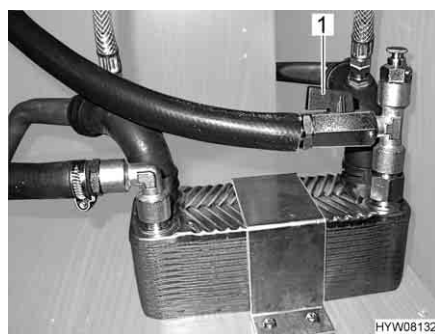

Fig. 128 Scambiatore di calore Alde
**Accensione:** ■ Posizionare la maniglia (Fig. 128,1) del rubinetto di chiusura parallelamente alla tubazione.
**Spegnimento:** ■ Posizionare la maniglia (Fig. 128,1) del rubinetto di chiusura verticalmente rispetto alla tubazione.